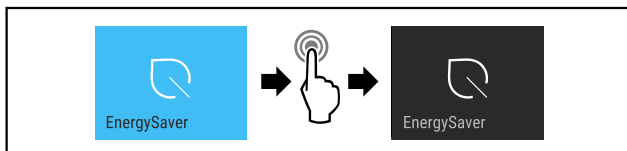

Fig. 16
▶ Выполните шаги действия (см. Fig. 16).